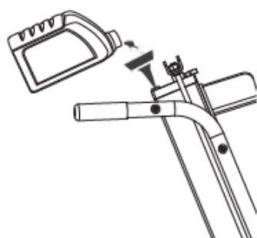

fig. 7
4. Placez la fendeuse de bûches sur le côté du moteur, c'est-à-dire le côté des roues (L) et effectuez un remplissage d'huile (non comprise) (fig. 7).